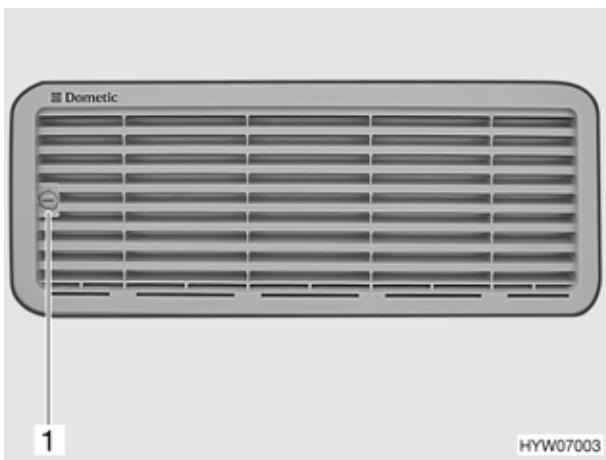

Fig. 88 Griglia di aerazione del frigorifero
- Con l'ausilio di una moneta ruotare la vite (Fig. 88,1) di un quarto di giro.